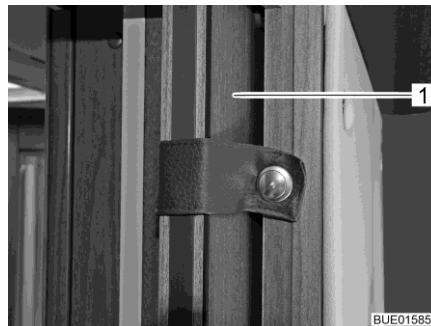
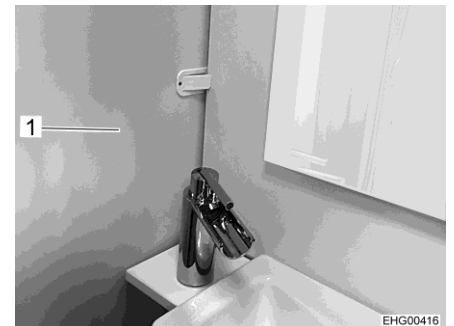

Bild 15 Schiebetür
Bild 16 Duschtrennwand
- Türen (Bild 15,1) oder Trennwände (Bild 16,1) mit den vorhandenen Verriegelungen oder Befestigungsmitteln sichern.